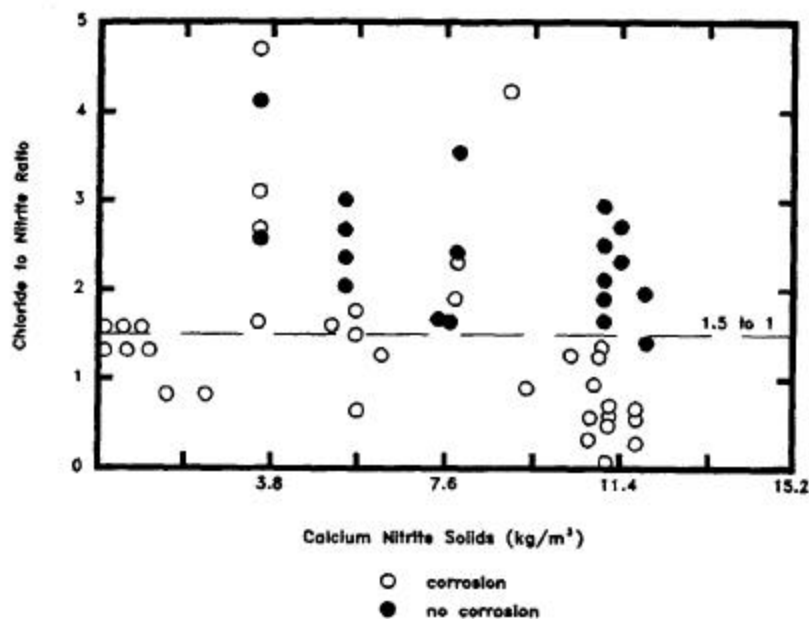

Fig 2.118 - Influence du rapport chlorure/nitrite de calcium sur le degré de protection contre la corrosion.
• **Pour obtenir une protection adéquate il est très important de maintenir un rapport  $Cl^-/NO_2^- < 1,5 - 1,0$ . Plus la quantité de chlorure est importante au voisinage des barres d'acier plus le dosage en nitrite devra être élevé (Fig 2.118).**